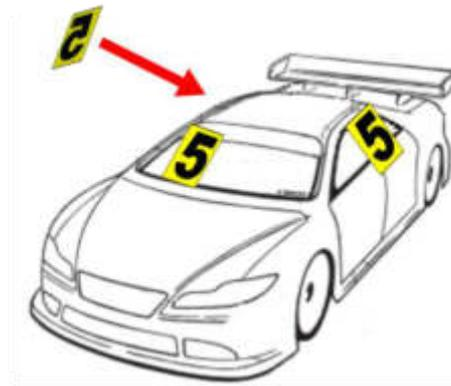

Figura 37: Disposizione corretta dei numeri di gara sul modello in scala 1/10 Touring IC
- Disposizione numeri di gara Pista 1/10 IC:** prima della partenza delle manche di qualifica e delle fasi finali i Piloti sono obbligati a posizionare sulla propria carrozzeria i numeri di gara, consegnati dagli Organizzatori, con la disposizione mostrata in Figura 37, al fine di garantire una maggiore visibilità da parte della Direzione di Gara. La non corretta posizione dei numeri gara comporta il richiamo del modello del Pilota, da parte del Direttore di Gara, in modo tale che questi li disponga come da Regolamento (vedi Figura 6).